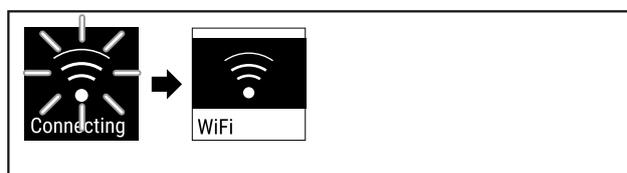

Fig. 85
- ▶ Se establece la conexión (consulte Fig. 85).